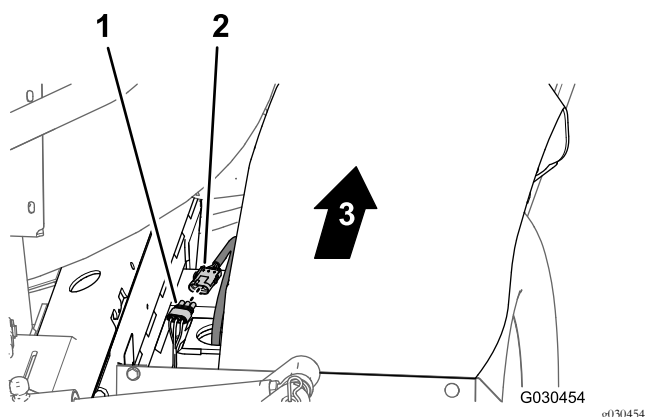

Figura 21
1. Nella parte posteriore della macchina (tra il tubo del telaio di destra e il parafango destro), scollegate il connettore a 3 pin del cablaggio del sensore di velocità nel motore di trazione idraulica destro dal connettore a 3 prese del cablaggio preassemblato posteriore (Figura 21).